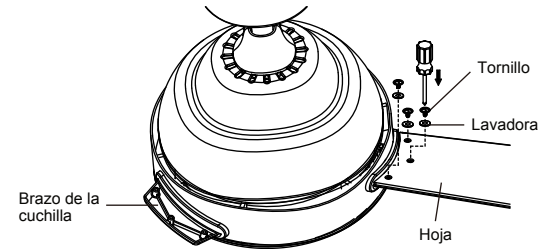

Fig. 20
Paso 1. Coloque la hoja sobre el brazo de la hoja con postes roscados que se muestran. Asegúrese de que el borde inferior de la hoja esté completamente asentado contra el brazo de la hoja. Con un destornillador Phillips, encienda un tornillo de hoja y una arandela en el brazo de la hoja (no apriete) y repita los 2 tornillos y arandelas restantes. Apriete cada tornillo firmemente comenzando con el tornillo central. Asegúrese de que la cuchilla esté recta. Repita los pasos para las hojas restantes. (Fig. 20)